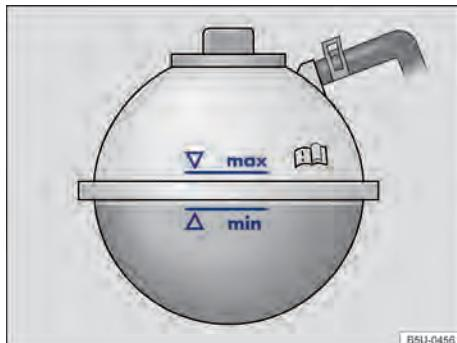

Fig. 175 No compartimento do motor: marcação no reservatório de expansão do líquido de arrefecimento do motor.
- Com o motor frio, verificar o nível do líquido de arrefecimento do motor pela marcação lateral do reservatório → Fig. 175.
- Reabastecer somente com líquido de arrefecimento do motor **novo** e de acordo com a especificação da Volkswagen (→ Página 218) → ①.
- O nível do líquido de arrefecimento do motor deve permanecer dentro da marcação do reservatório → Fig. 175. **Não completar acima da marca "max"** → ①!
- Se em caso de emergência não houver à disposição o líquido de arrefecimento do motor dentro da especificação exigida, não utilizar nenhum outro aditivo do líquido de arrefecimento do motor! Em vez disso, completar somente com **água destilada** → ①. Depois disso, a mistura com a proporção correta de aditivo do líquido de arrefecimento do motor → Página 218 deve ser reestabelecida o mais rápido possível.
- Completar com líquido de arrefecimento do motor somente até a marca "max" → Fig. 175. Caso contrário, ao aquecer-se, o líquido excedente será expulso do sistema de arrefecimento do motor e poderá causar danos.